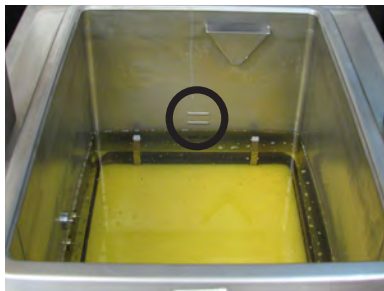

Figura 3-3
El nivel de aceite deberá estar siempre por encima de los elementos de transferencia del calor cuando la freidora esté calentando y a ras de los indicadores de nivel de aceite situados en la parte trasera de la cubeta (Figura 3-3). Si no sigue estas instrucciones, podría provocar un incendio y/o daños a la freidora.
6. El modelo eléctrico requiere 76 lbs. (34,5 kg) de aceite. La cuba tiene dos líneas indicadoras de nivel grabadas en la pared trasera de la cuba; estas indican cuándo se ha alcanzado el nivel adecuado de aceite caliente. Figura 3-3.